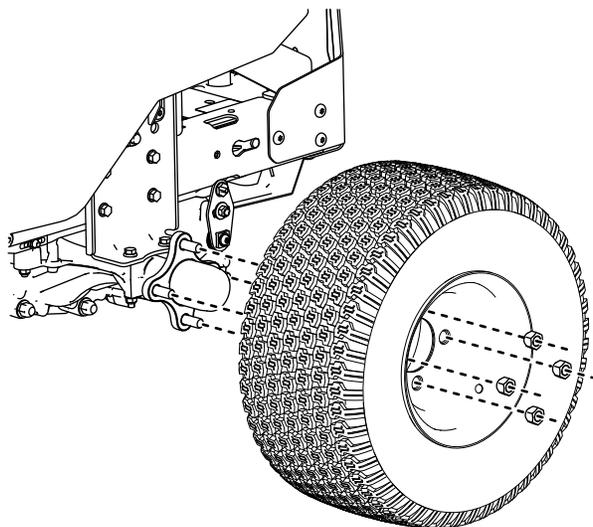

Рисунок 2
11. Снимите задние колеса, как показано на Рисунок 2.